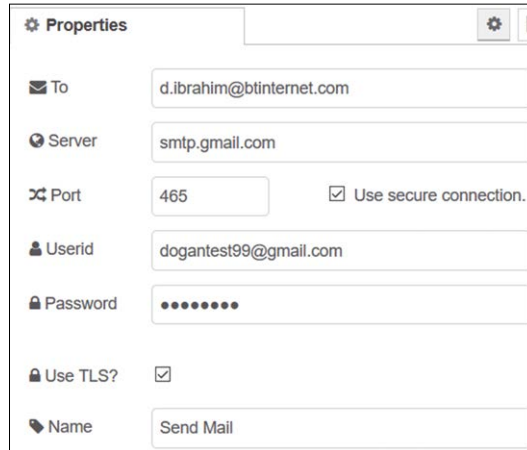

Figure 5.34 Configurer le nœud de sortie des e-mails
- Cliquez sur **envoyer par courriel** node, le glisser-déposer dans l'espace de travail et le nommer comme **Envoyer le courrier**. Configurer ce nœud comme indiqué dans la figure 5.34. L'état du buzzer est envoyé à l'adresse de courriel : d.ibrahim@btinternet.com à partir de l'adresse électronique : dogantest99@gmail.com (vous devez saisir vos propres adresses e-mail et mots de passe)